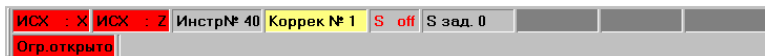

Рис. 2.8. Область текущей информации
- область отображения текущей информации (рис. 2.8);